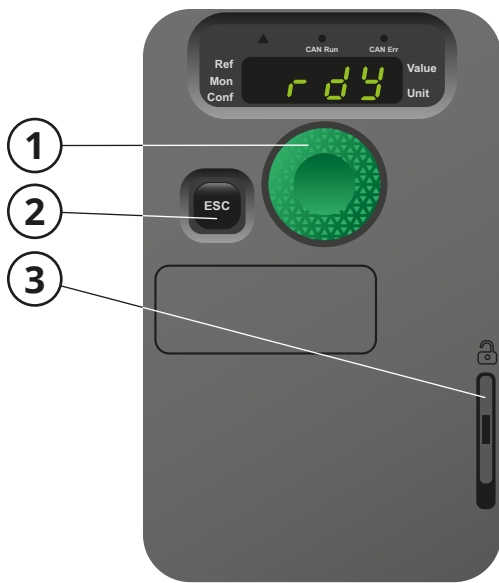

Fig. 1
All programmering utförs via tryckknapparna på frontdisplayen **Fig. 1**. Vred (1) används för val i menyer och för att bekräfta information. ESC knapp (2) går ur meny eller en parameter, eller ignorerar parametern eller visat värde. Fronten låses upp med knapp (3).